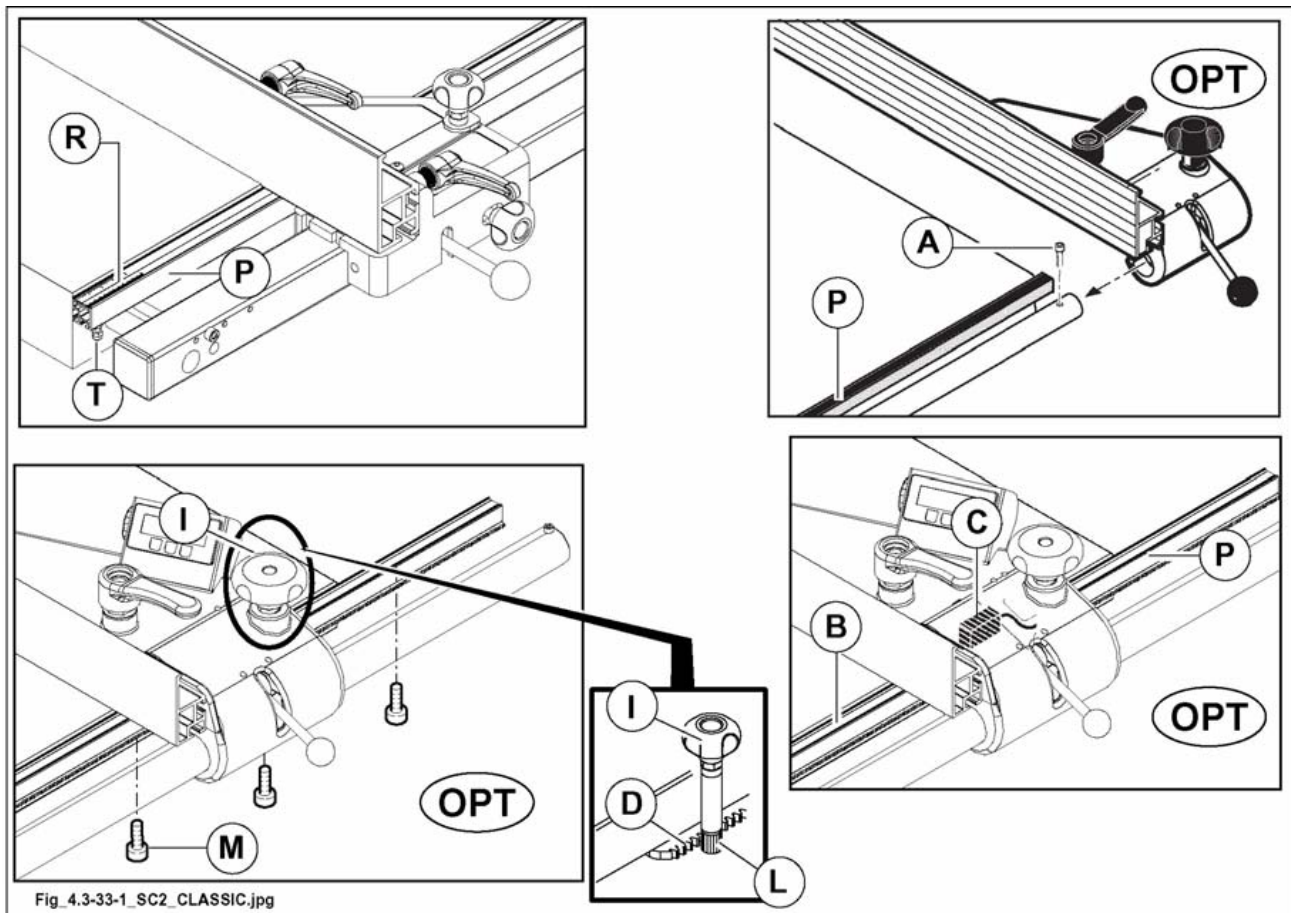

Fig. 4.3-33-1
- lossa skruvarna (M fig. 4.3-33-1);
- sänk handvredet (I fig. 4.3-33-1), tryck kuggstången till stoppläge mot stiftet (L fig. 4.3-33-1) och dra åt skruvarna (M fig. 4.3-33-1).